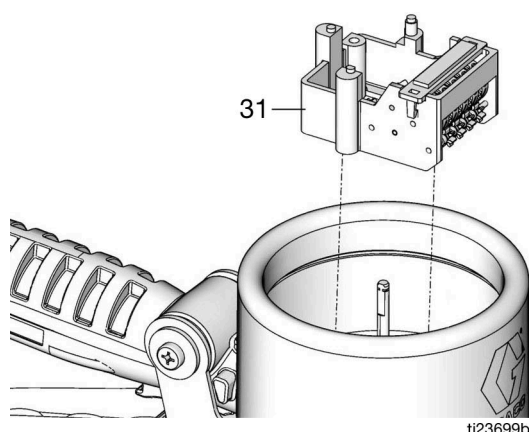

FIG. 19
7. Rimuovere l'intero gruppo del contatore (31) (FIG. 19).